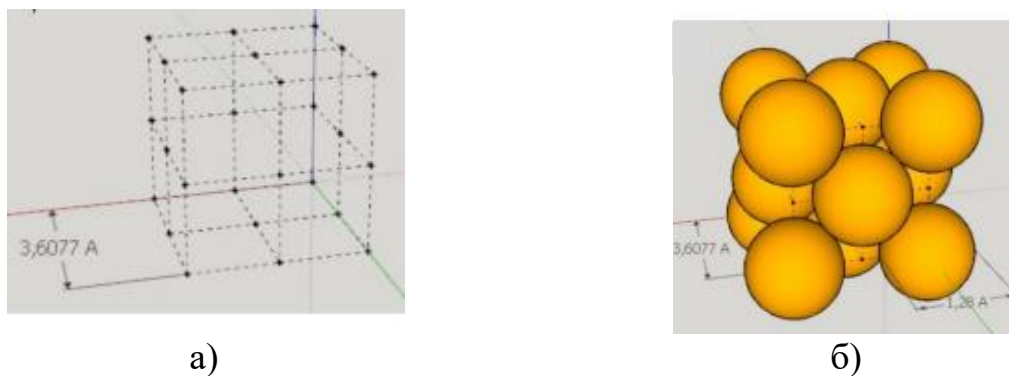

Рис. 3. Построение каркаса кристаллической решётки меди
3. Определить расположение атомов в кристаллической решётке (гранцентрированная), расстояние между ними (360,77 пм) и углы (90°) (рис. 3, а).
4. Построить в программе каркас кристаллической решетки и определить позиции месторасположения атомов (рис. 3, б).